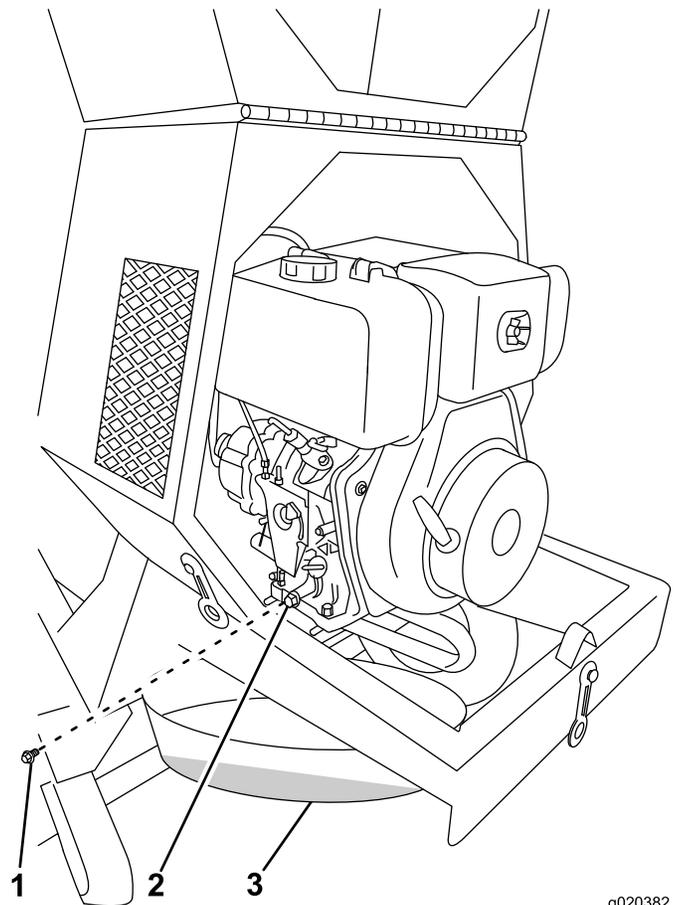

Figure 35
2. Placez un bac de vidange sous l'orifice de vidange d'huile du moteur (Figure 35).
3. Retirez le bouchon de vidange et laissez l'huile s'écouler dans le bac de vidange (Figure 35).
4. Lorsque la vidange d'huile est terminée, remettez le bouchon de vidange en place avec une rondelle neuve (Figure 35).